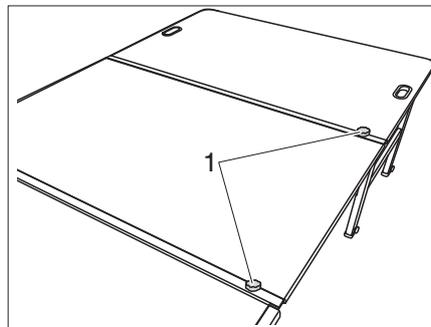

Fig. 34 Applicazione della sicura
- Avvitare le viti a stella (Fig. 34,1) nei due collegamenti delle guide per fissarli.